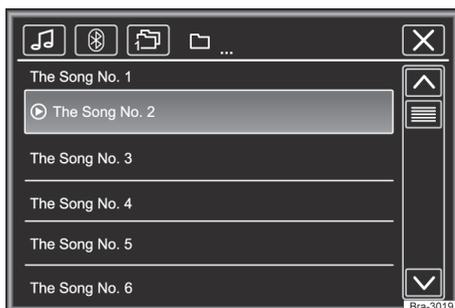
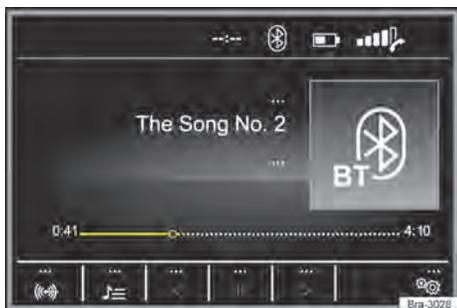

Fig. 135 Operação do rádio: lista de estações.
Fig. 134 Menu principal de mídia.
- Pressionar o botão **(MEDIA)** para abrir o menu principal **MEDIA** → Fig. 134.
As fontes de mídia que são reproduzidas atualmente são exibidas na superfície de função na parte inferior esquerda → Fig. 134.
Legenda da → Fig. 134 e → Fig. 135: